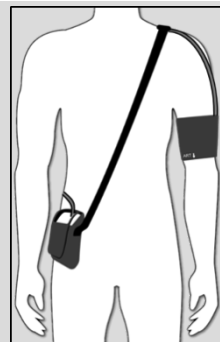

Fig. 1: Mobil-O-Graph® med skulderbelte
- Sørg for at skulderbeltet/hoftebeltet og mansjettslangen sitter riktig, se fig. 1.
- Slangetilkoblingen til mansjetten må være rettet oppover, se fig. 1.